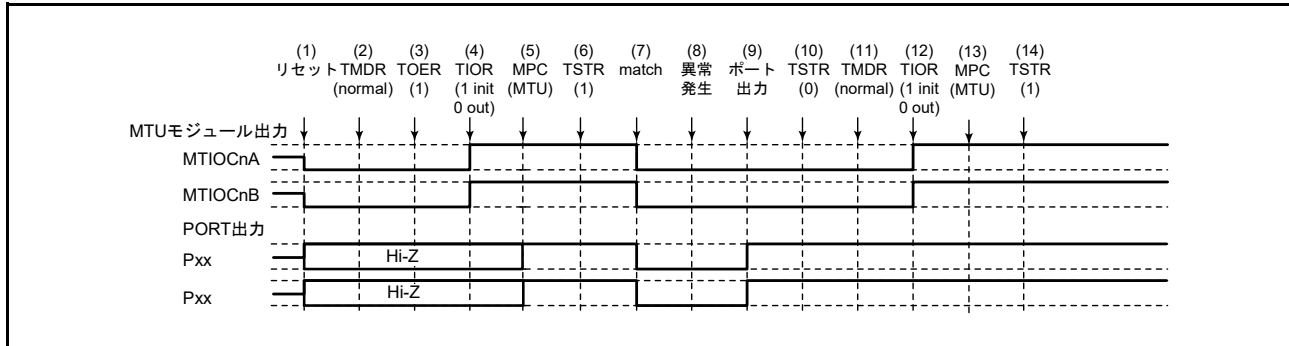

図 23.116 ノーマルモードで異常が発生し、ノーマルモードで復帰する場合
ノーマルモードで異常が発生し、再設定後ノーマルモードで再スタートする場合の説明図を図 23.116 に示します。
(1) ~ (10) は図 23.116 と共通です。
(11) PWM モード1を設定します。
(12) TIOR レジスタで端子を初期化してください。なお、PWM モード1では MTIOCnB (MTIOCnD) 端子に波形が出力されません。出力すべきレベルがある場合は、I/O ポートのポート方向レジスタ (PDR)、ポート出力データレジスタ (PODR) で汎用出力ポートの設定をしてください。
(13) MPC と I/O ポートのポートモードレジスタ (PMR) で MTU 出力としてください。
(14) TSTR レジスタで再スタートします。
(1)～(10)は図 23.116 と共通です。
(11) PWM モード2を設定します。
(12) TIOR レジスタで端子を初期化してください。なお、PWM モード2では周期レジスタの端子は初期化されません。初期化したい場合にはノーマルモードで初期化した後 PWM モード2に移行してください。
(11) 位相計数モードを設定します。
(12) TIOR レジスタで端子を初期化してください。
- (11) TIOR レジスタでノーマルモードの波形生成部を初期化してください。
- (12) TIOR レジスタでノーマルモードの波形生成部の動作を禁止してください。
- (13) TOER レジスタで MTU3、MTU4 の出力を禁止してください。
- (14) TOCR レジスタで相補 PWM モードの出力レベルと周期出力の許可 / 禁止を選択してください。
- (15) 相補 PWM モードを設定します。
- (16) TOER レジスタで MTU3、MTU4 の出力を許可してください。
- (17) MPC と I/O ポートのポートモードレジスタ (PMR) で MTU 出力としてください。
- (18) TSTR レジスタで再スタートします。